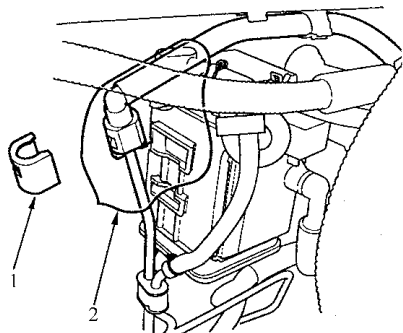

图 3-34 拆卸快速接头盖
9) 如图 3-34 所示, 拆除快速接头盖, 在快速接头上盖一块抹布或维修用布。